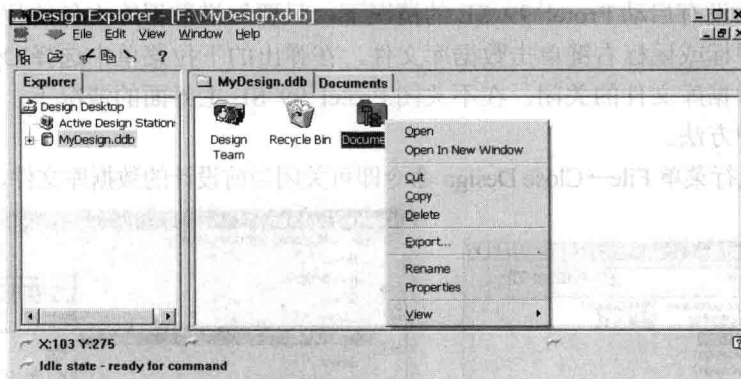

图 1-14 打开设计文件夹
(1) 为了方便文件管理，一般将所有设计文件放在设计数据库的专用文件夹中，所以双击工作窗口中  文件夹图标或鼠标右键单击图标，在弹出的快捷菜单中选择 Open 命令打开 (Documents Folder) 文件夹，如图 1-14 所示。